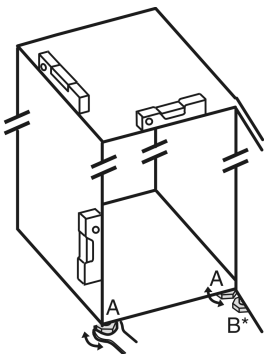

Fig. 24
- ▶ Nóżki Fig. 24 (A) wykręcić przy pomocy dołączonego klucza płaskiego oraz wyrównać przy pomocy poziomicy, aż urządzenie będzie ustawione stabilnie i równo.
- ▶ Nóżkę Fig. 24 (B) wykręcić z dolnej płytki zawiasu przy pomocy dołączonego klucza płaskiego, aż będzie przylegać do podłoża.
- ▶ Nóżkę Fig. 24 (B) obrócić o 90°.